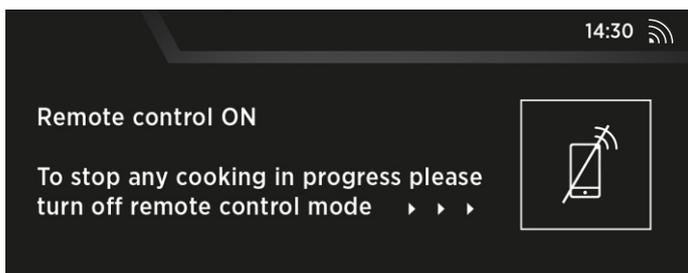

Figure 8
- Lorsque le WiFi est coupé, l'icône est éteinte. (Figure 8)